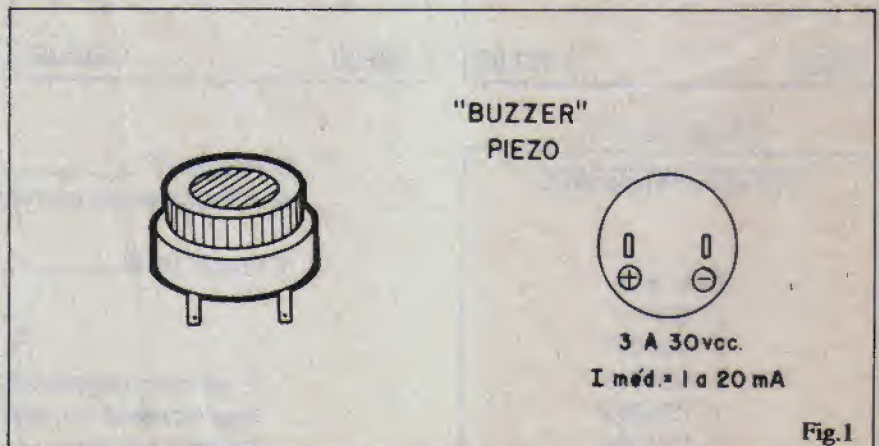

Fig. 1
- FIG. 1 - O “jeitão” de um buzzer piezo-elétrico comercial típico... É leve, pequeno (quase sempre um cilindrinho cuja maior dimensão não passa de uns 3 centímetros), geralmente dotado de um anel frontal de montagem, com rosca, que torna muito fácil sua instalação nas caixas e